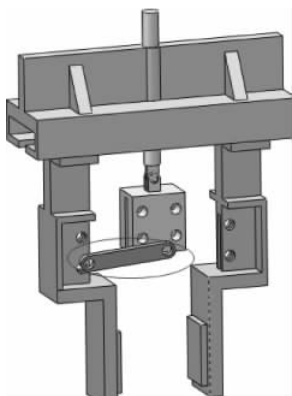

图 3-106 插入连杆
(1) 单击【装配体】工具栏中的【插入零部件】按钮 , 弹出【插入零部件】的属性设置。单击【浏览】按钮, 在弹出的【打开】对话框中选择零件【连杆】, 单击【打开】按钮, 在图形区域中的合适位置单击插入, 然后使用【装配体】工具栏中的  【移动零部件】功能移动连杆到最终配合位置附近, 如图 3-106 所示。